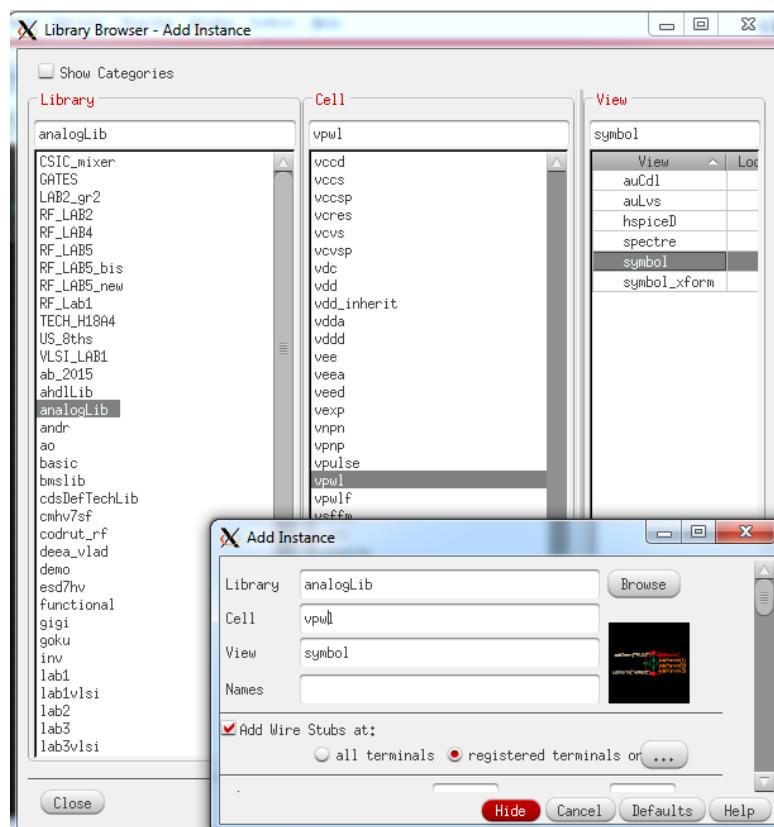
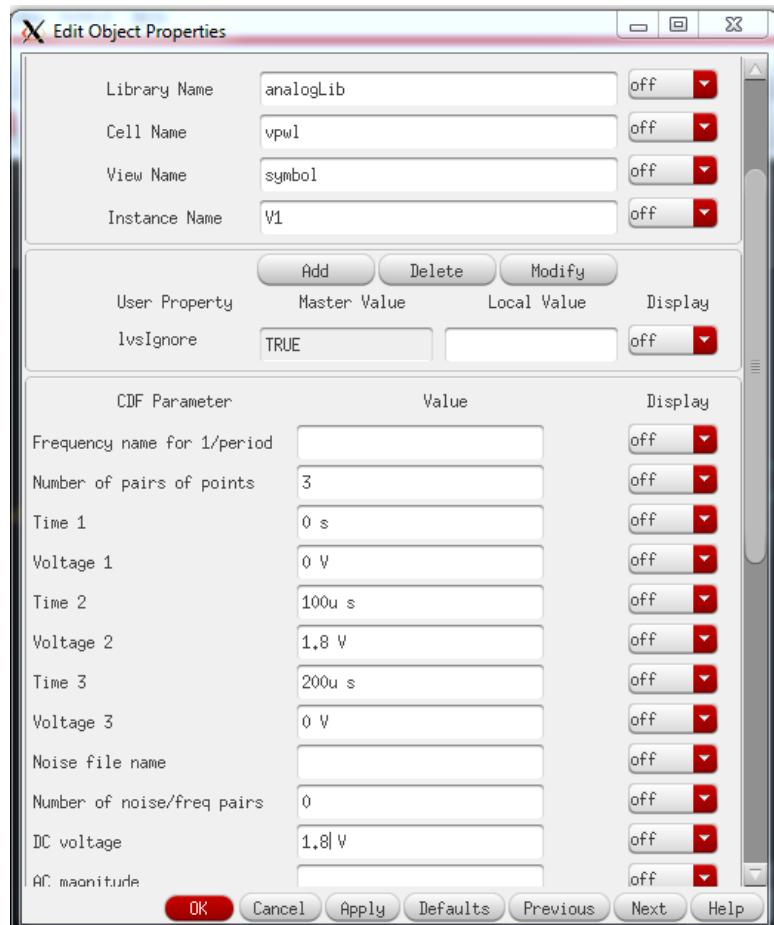

Figura A.30: Virtuoso - Testbench Inverter vpwl source.
Figura A.31: Virtuoso - Testbench Inverter vpwl source (2).
5. Se instantiază o sursă *vpwl* din libraria *analogLib* (vezi Figure A.30), setându-se parametrii *Number of pair of points* = 3 și restul parametrilor conform Figure A.31,